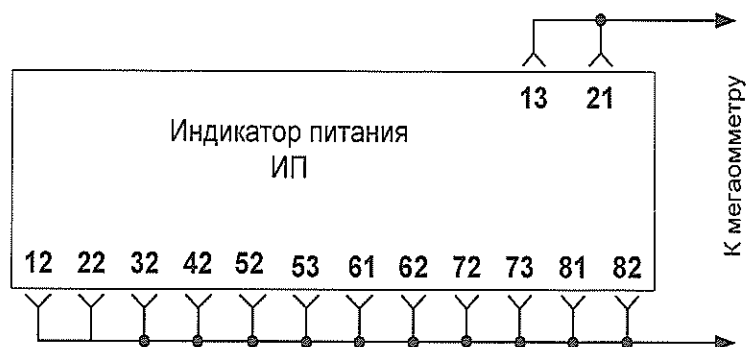

Рисунок 1
- б). установить на соединитель ИП технологический разъем с объединенными между собой контактами по схеме, приведенной на рис. 1.